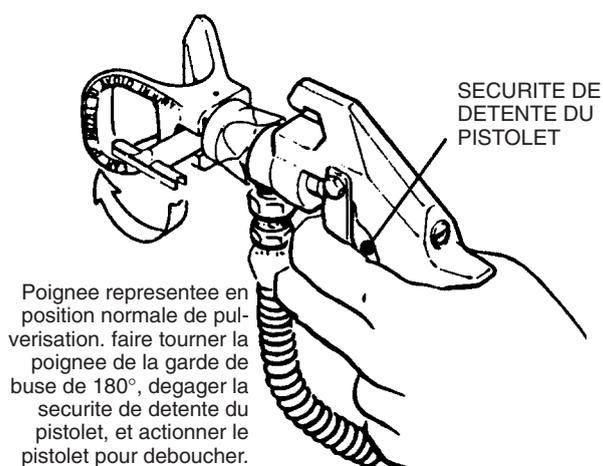

Fig. 6
1. Si la buse de pulvérisation se bouche, relâcher la détente du pistolet, engager la sécurité de détente du pistolet, et faire tourner la poignée de la RAC IV de 180°. Voir Fig. 6.